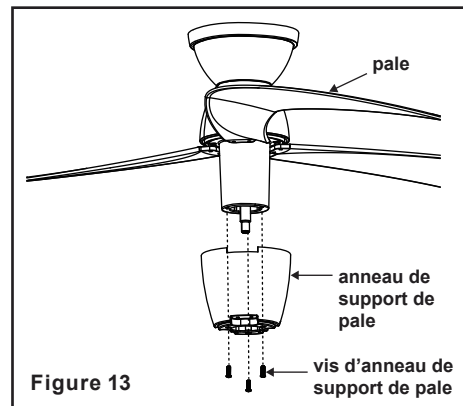

Figure 13
Étape 2 : Insérez l'anneau du support de pale dans l'ensemble moteur à l'aide de 3 vis d'anneau de support de pale comme indiqué en Figure 13.